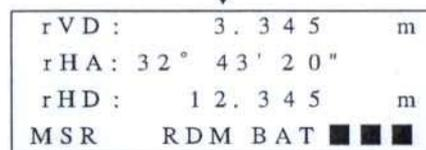
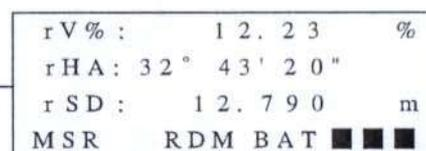

图 25-9
图 25-10
- 用 [S.H.V.] 可使图 25-9 和图 25-10 互换。